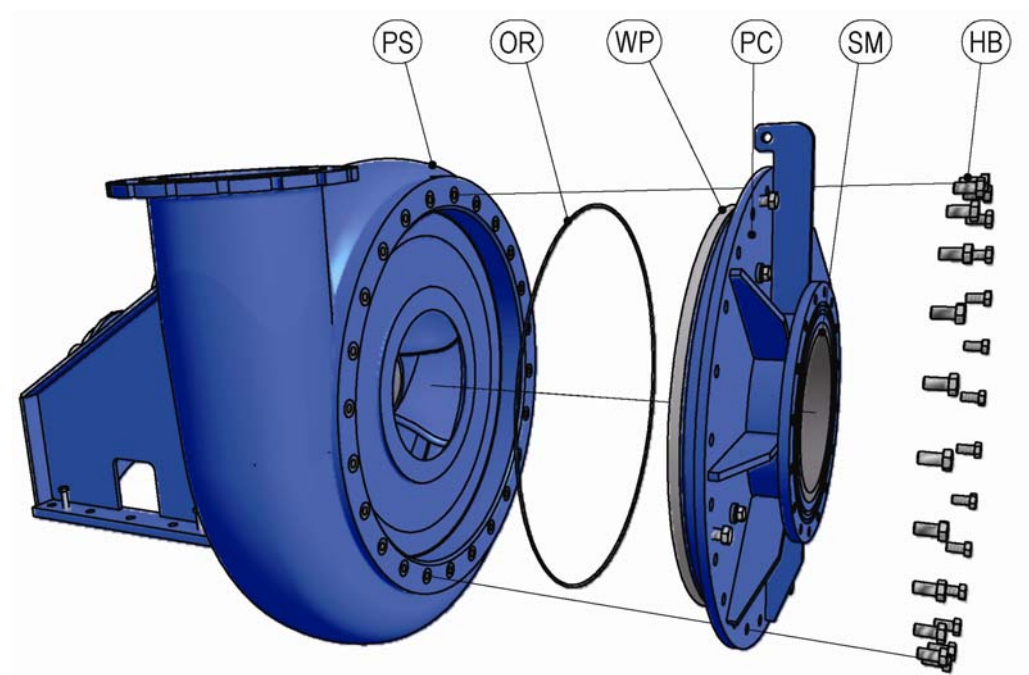

Figure 7 Démontez le couvercle côté d'aspiration
3. Fixez un outil de levage à l'œillet de levage du couvercle côté d'aspiration (PC, voir Figure 7) à l'aide d'un maillon d'attache approprié (pour les poids et les tailles, reportez-vous à l'Annexe 1: "Données techniques" à la page 51).
4. Enlevez les boulons (HB).
5. Enlevez le couvercle (PC) du corps de pompe (PS), complet avec le joint torique (OR), la bouche d'aspiration et la plaque d'usure.